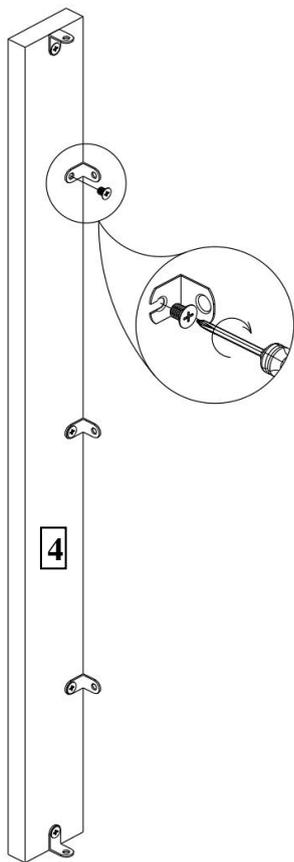

Рисунок 6
5. Прикрепите уголки стяжки на деталь (поз. 4). См. рисунок 6.